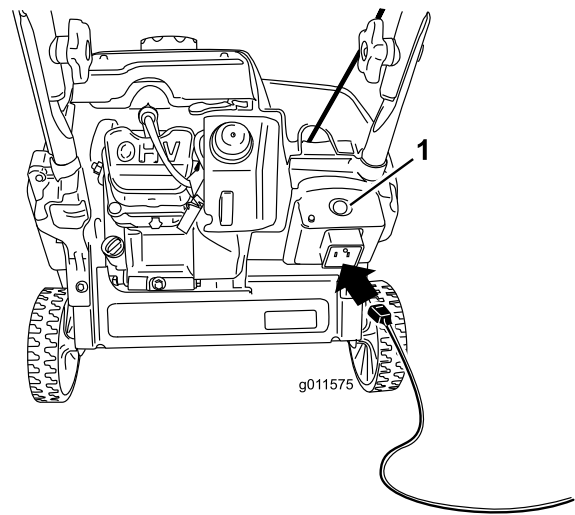
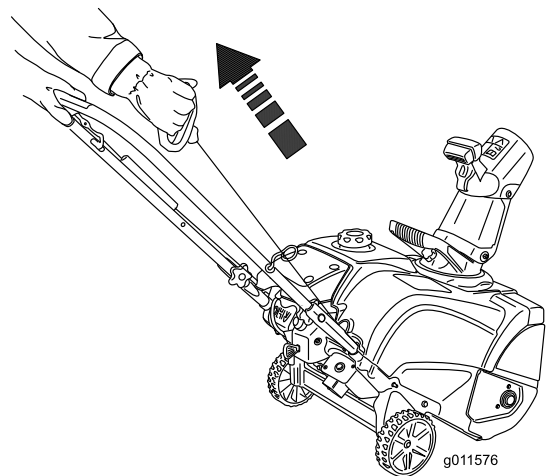

Figure 18
Figure 19
4. Raccordez la rallonge au secteur et à la machine, puis appuyez sur le bouton du démarreur électrique (modèle 38283 uniquement) (Figure 18), ou tirez la poignée du lanceur (Figure 19).